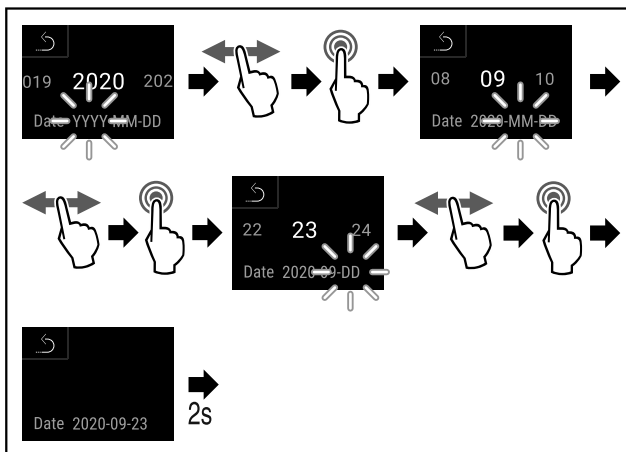

Fig. 55
- Handlungsschritte (siehe Fig. 55) durchführen.